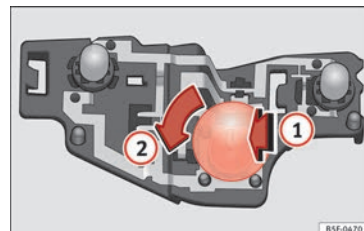

Fig. 120 Ubicación de las lámparas de incandescencia en el portalámparas.
- Presione la lámpara defectuosa ligeramente hacia el portalámparas » **fig. 120** **1**, gírela a continuación hacia la izquierda **2** y extráigala.